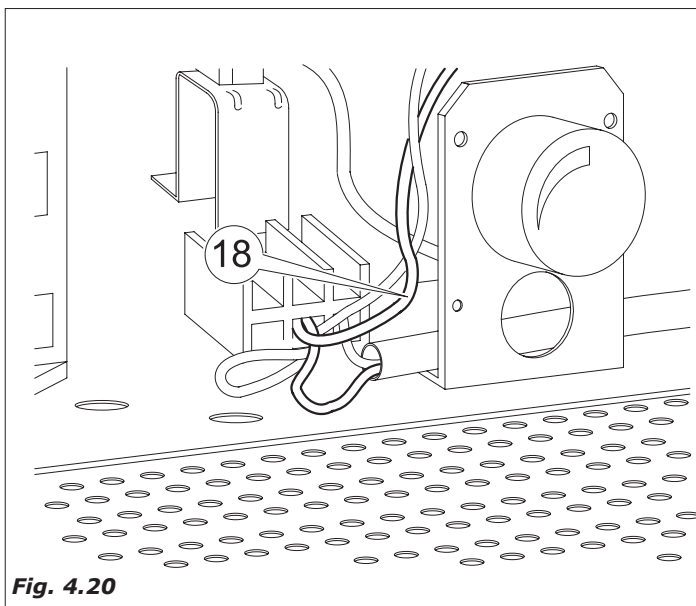

Fig. 4.20
- collegare elettricamente il gruppo refrigerante (inserire nella morsettiera il filo azzurro n°18) (Fig.4.20)